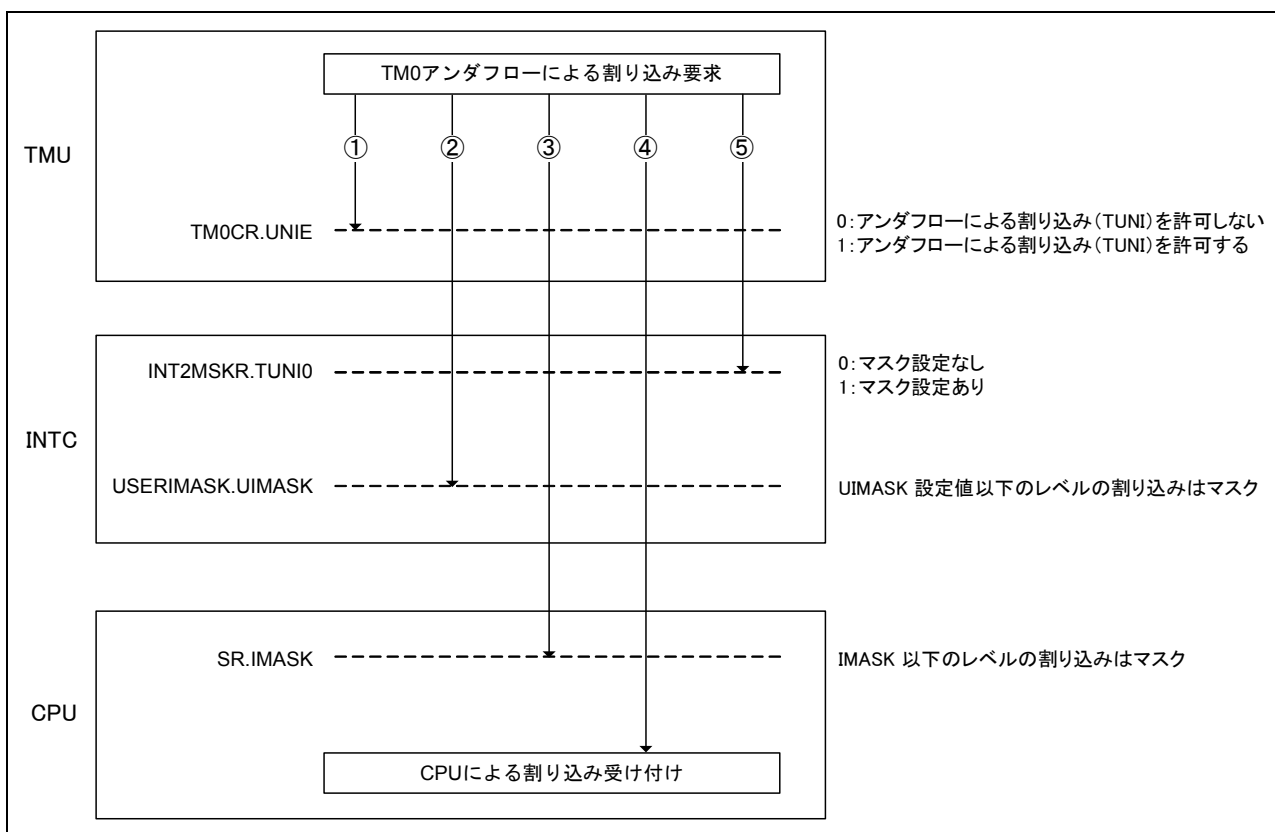

図 B.1 割り込みマスク動作例
表B.1と図B.1に、UIMASK=1、IMASK=2のときのTM0 アンダフロー割り込みに対するマスク動作例を示します。表B.1と図B.1中の番号①～⑤は対応しています。なお、表B.1と図B.1の中で、レジスタのビットを、"レジスタ名.ビット名"のように表記しています。